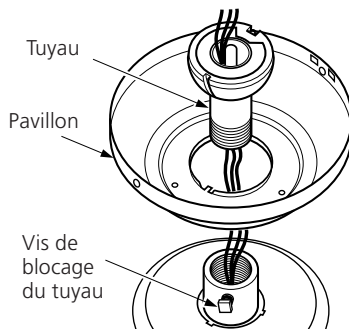

Figure 3a – Insertion du tuyau dans le pavillon
1. Insérez le tuyau dans le pavillon et l'anneau de garniture du pavillon comme indiqué à la figure 3a. Faites passer les fils du ventilateur dans le tuyau.
2. Vissez le tuyau dans le ventilateur jusqu'à ce qu'il soit bien serré. **IMPORTANT !** Serrez la vis de blocage du tuyau comme indiqué à la figure 3a.